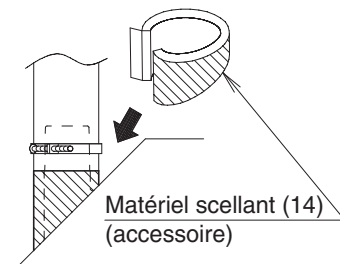

Fig. 20
- Après avoir vérifié que l'écoulement d'eau se fait correctement, reportez-vous à la Fig. 20 et fixez le matériel scellant (14) pour obtenir l'isolation thermique de la prise d'écoulement.
Après avoir vérifié que l'écoulement d'eau se fait correctement, reportez-vous à la Fig. 20 et fixez le matériel scellant (14) pour obtenir l'isolation thermique de la prise d'écoulement.
- (3) **En cas de fuite d'eau, il peut se produire un suintement. Par conséquent, assurez-vous d'isoler la tuyauterie et les prises d'écoulement à l'intérieur.**
Après avoir vérifié l'écoulement, mettez du matériel scellant (14) fourni selon les instructions fournies à la Fig. 20 et isolez le tuyau d'évacuation (1) et le collier métallique (2) avec le matériel scellant (Grand) (10) fourni selon les instructions fournies à la Fig. 22.